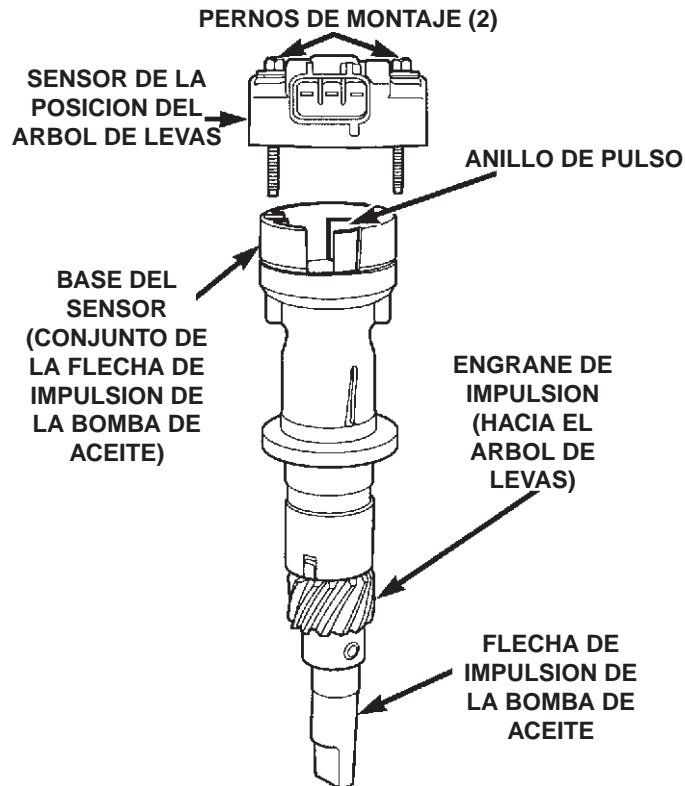
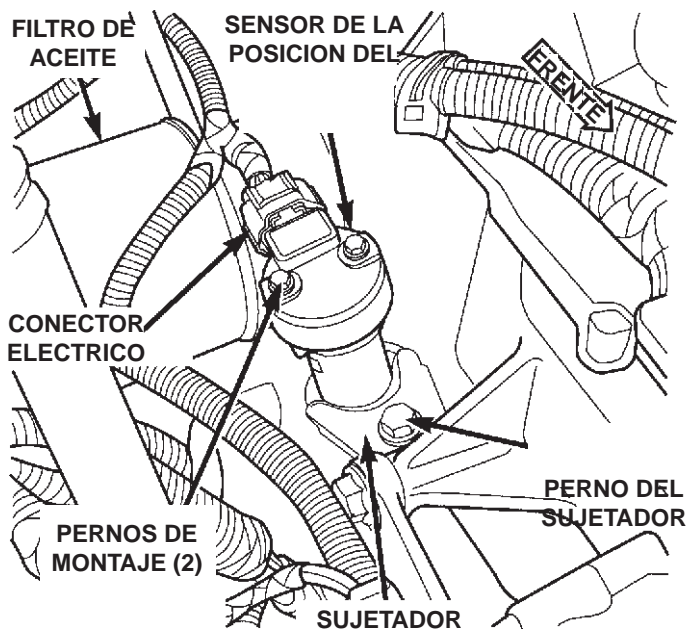

Fig. 32 CMP y flecha de impulsión de la bomba de aceite del motor de 4.0 L
Fig. 33 Localización del CMP del motor de 4.0 L
El sensor de posición del árbol de levas (CMP) en el motor de 6 cilindros de 4.0 L está atornillado a la parte superior del conjunto de la flecha de impulsión de la bomba de aceite (Fig. 32). El sensor y el conjunto de la flecha de impulsión están localizados en el lado derecho del motor cerca del filtro de aceite (Fig. 33).
(1) Desconecte el conector eléctrico en el sensor CMP (Fig. 33).
(2) Quite los dos pernos de montaje del sensor (Fig. 32) o (Fig. 33).
(3) Quite el sensor del impulsor de la bomba de aceite.
- (1) Desconecte el conector eléctrico en el sensor del CMP (Fig. 33).
- (2) Quite los 2 pernos de montaje del sensor (Fig. 32) o (Fig. 33).
- (3) Quite el sensor del impulsor de la bomba de aceite.
- (4) Antes de proceder al siguiente paso, marque y anote la posición del impulsor de la bomba de aceite con respecto al bloque del motor. Después de la instalación, el sensor del CMP debe ver hacia la parte posterior del motor a 0°.
- (5) Quite el perno de fijación y el sujetador (Fig. 33).
(6) Cuando esté sacando el conjunto del motor, marque la dirección y posición del anillo de pulso (Fig. 32). Después de quitarlo, mire hacia abajo dentro de la parte superior de la bomba de aceite y marque la dirección y la posición de la ranura en la parte superior del engrane de la bomba de aceite.
(7) Quite y deseche el empaque viejo que esta entre el impulsor de la bomba de aceite y el bloque del motor.